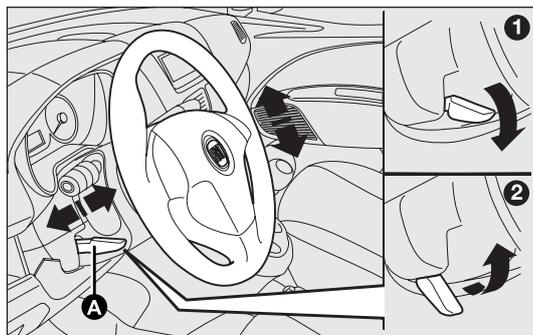

fig. 34
- desbloquee la palanca A-fig. 34 empujándola hacia adelante (posición 1);